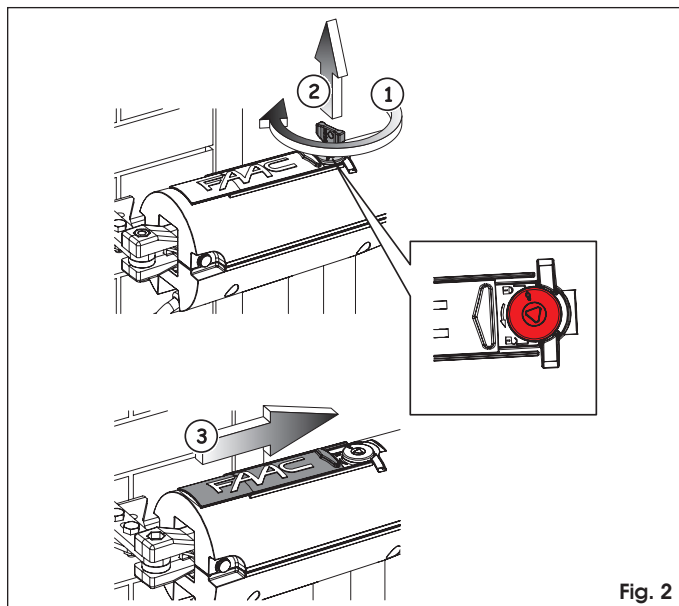

Fig. 2
2. Tourner la clé de déverrouillage en sens horaire jusqu'à son arrêt, figure 2 réf. ①, et extraire la clé, figure 2 réf. ②. La position de blocage est signalée par un cadenas fermé.
3. Fermer le capuchon de protection, figure 2 réf. ③.